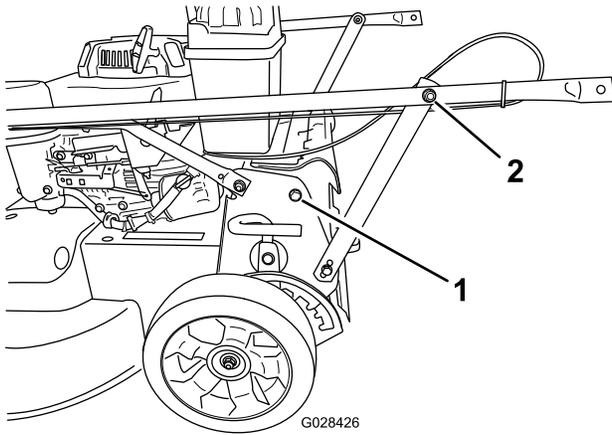

Figura 4
1. Retire los 2 pernos del bastidor de la máquina, en la posición indicada en Figura 4.